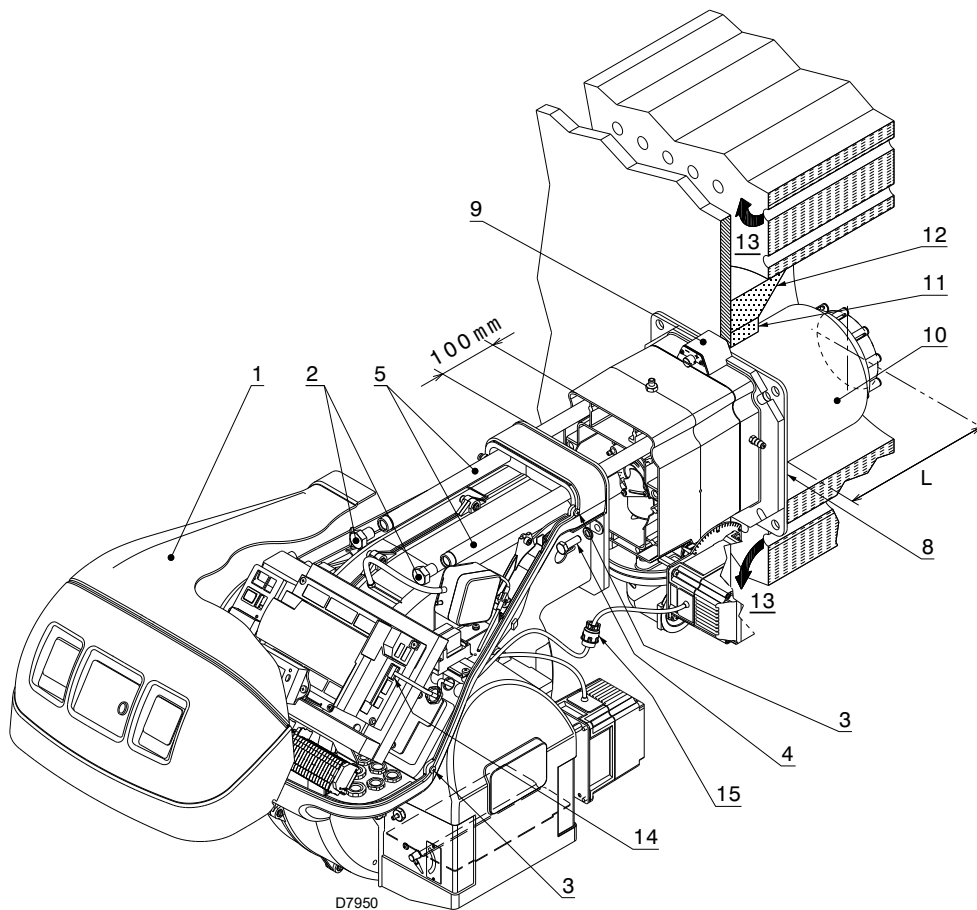

Fig. 17
Per le caldaie con giro dei fumi anteriore 13)(Fig. 17), o con camera ad inversione di fiamma, eseguire una protezione in materiale refrattario 11), tra refrattario caldaia 12) e bocchaglio 10).
Separare la testa di combustione dal resto del bruciatore, come in Fig. 17; procedere come segue:
- rimontare il bruciatore sulle guide 3) a circa 100 mm dal manicotto 4) - bruciatore nella posizione illustrata in Fig. 17;
- connettere la spina del servomotore 14)(Fig. 17) ed avvitare il passacavo 15);